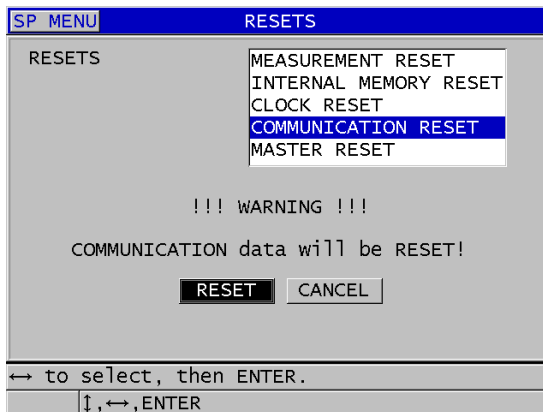

Figura 14-13 Selecionar **COMMUNICATION RESET** (REDEFINIR **COMUNICAÇÃO**)
3. Na tela **RESETS** (REDEFINIÇÕES) (consulte Figura 14-13 na página 296):